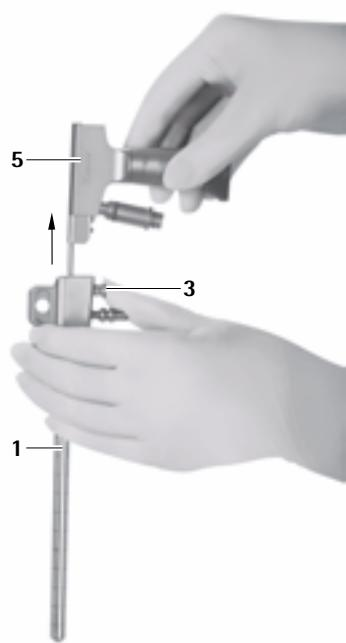

Рис. 8
► нажать деблокирующую кнопку 3 и извлечь эндоскоп 5 из троакара MINOP inVent 1, см. Рис. 8.